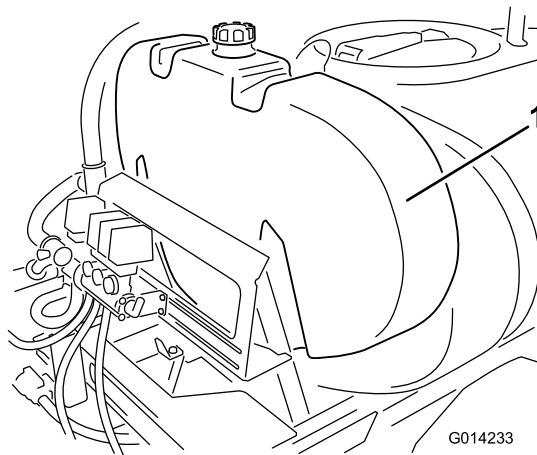

Рисунок 9
- Установите промывной бак, как показано на Рисунок 9.